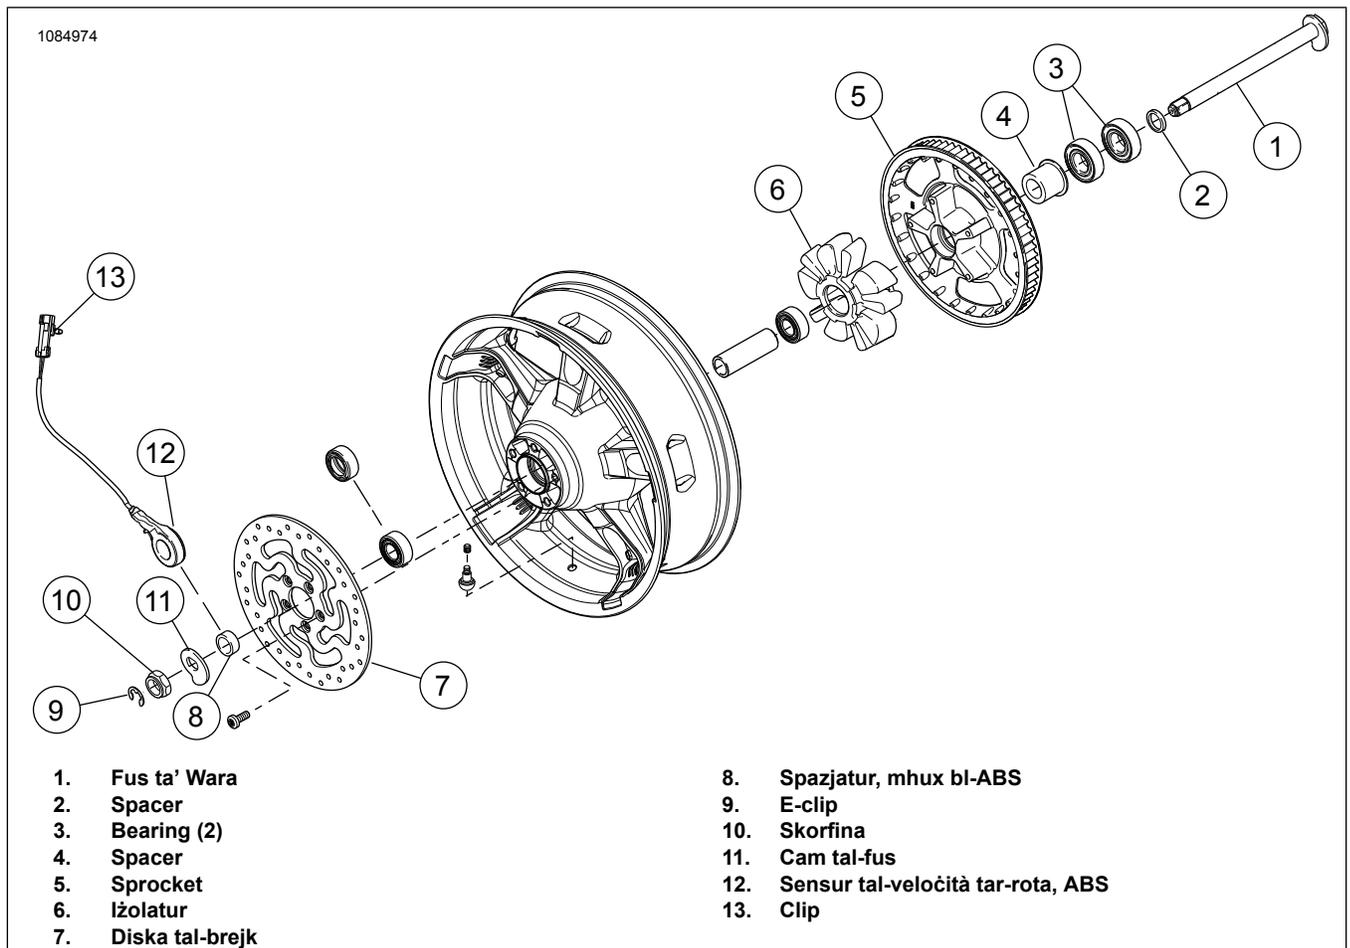

Figura 5. Parts tar-Rota ta' Wara għall-Użu mill-Ġdid
3. Figura 5 Neħhi u żarma l-assemblaġġ eżistenti tar-rotta ta' wara. Ara l-manwal tas-servizz.
4. Neħhi l-frieket ta' quddiem (6). Ara l-manwal tas-servizz.